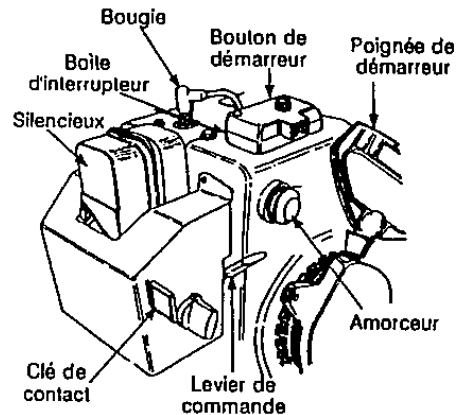

FIGURE 8
- Faites passer les vis à chapeau à six pans à travers les taquets de bride et la goulotte, comme à la figure 8. Maintenez en place avec des contre-écrous à six pans. Serrez avec un tournevis et une clé de 7/16^{es} de po. Ne serrez pas excessivement.
- Placez la manette de l'obturateur à la position RAPIDE. Enfoncez la clé dans la fente. Voir la figure 8. Assurez-vous
- Enfoncez le bouton du démarreur pour faire tourner le moteur. Voir la figure 8. Pendant que vous faites tourner le moteur, déplacez le bouton du volet de départ à la position VOLET FERMÉ.
- Assurez-vous que les commandes de la tarière et de l'entraînement sont débrayées (relâchées). Placez le levier de vitesse au point mort (N).
- Placez la manette de l'obturateur à la position RAPIDE. Enfoncez la clé dans la fente. Voir la figure 8. Assurez-vous qu'elle se mette bien en position. Ne tournez pas la clé.
- Appuyez deux ou trois fois sur le bouton de l'amorceur. Voir la figure 8.
- Tirez lentement sur la poignée du démarreur (voir la figure 8) jusqu'à ce que vous sentiez une légère résistance. Laissez la corde s'enrouler lentement.